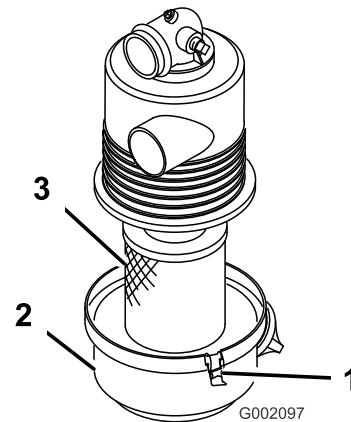

Figure 20
1. Vérifiez si le boîtier du filtre à air présente des dommages susceptibles d'occasionner des fuites d'air. Vérifiez que couvercle est parfaitement ajusté sur le boîtier du filtre à air (Figure 20).
2. Desserrez les attaches qui fixent le couvercle sur le boîtier du filtre à air (Figure 20).
3. Séparez le couvercle du boîtier du filtre à air et nettoyez l'intérieur du couvercle (Figure 20).
3. Insérez l'élément filtrant dans le boîtier du filtre à air (Figure 20).
4. Alignez le couvercle du filtre à air sur le boîtier du filtre à air (Figure 20).
5. Fixez le couvercle au boîtier avec les verrous (Figure 20).